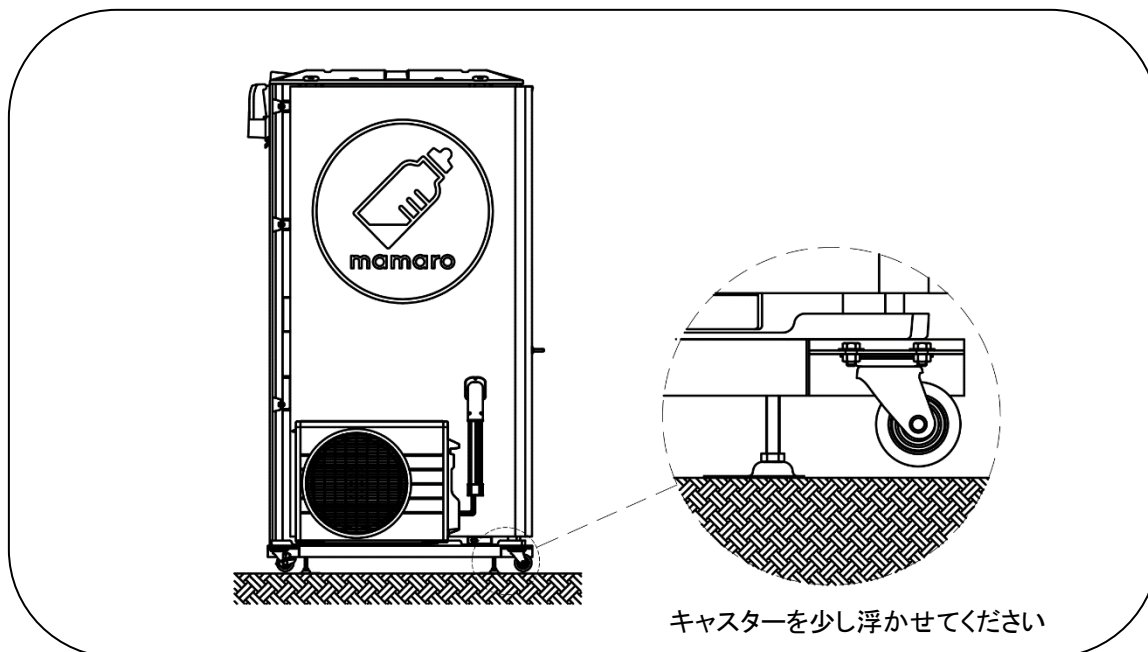

Fig. 4-1 設置時のキャスター
- ❗ キャスターをロックした後、アジャスターボルトにて地面と設置し、Fig. 4-1 のようにキャスターが地面に接地しないようにしてください。
- ① ユニートを設置場所まで運び、キャスターをロックしてください。ロック付きのキャスターは後面側 2ヶ所になりますので両方ロックしてください。このときユニットが地面に沈む場合は地面を補強し沈まないようにしてください。
- ② スパナ(19 mm)を使用しアジャスターボルトを回し、設置面と接地させてください。
- ③ スパナ(19 mm)を使用しアジャスターボルトをさらに回し、転倒に注意し Fig. 4-1 のようにキャスターを少し浮かせてください。(キャスターは 40 mm まで浮かせることができます)
- ④ 必要に応じ番線等で転倒防止策を施してください。